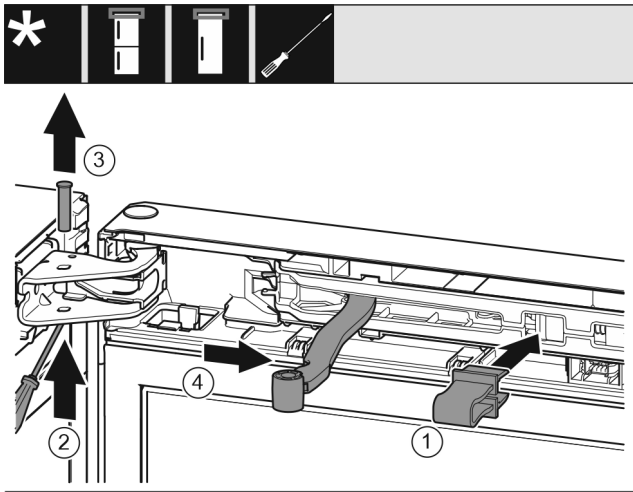

Fig. 12
- ▶ Зафиксируйте предохранитель Fig. 12 (1) в отверстии.
- ▶ Выкрутите палец Fig. 12 (2).
- ▶ Извлеките палец Fig. 12 (3) движением вверх.
- ▶ Поверните шарнир Fig. 12 (4) в направлении двери.